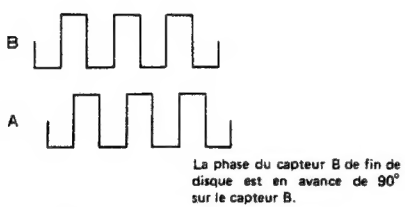

Fig. 14-4 Forme d'onde de sortie 2
- 7. Veiller à ce que la phase du capteur B de fin de disque soit en avance de 90° sur celle du capteur A (Fig. 14-4).